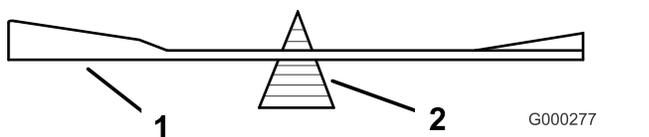

**Figura 57**
- Utilice una lima para afilar el filo de corte en ambos extremos de la cuchilla (Figura 57).